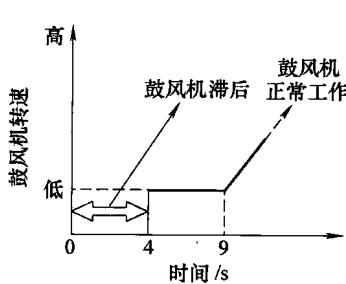
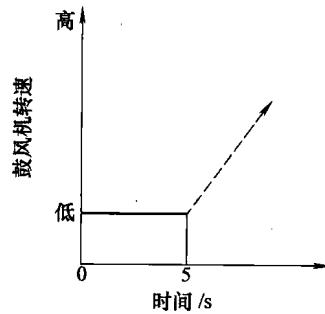

图 1-3 时滞气流控制(蒸发器
图 1-4 时滞气流控制(蒸发器
(4) 时滞控制。夏天，车辆长时间停在炎热太阳下，若马上打开鼓风机，此时吹出是热风而不是想要的冷风，因此鼓风机不能马上工作，而是滞后一段时间工作，滞后时间大约为 4s 或 5s，故这段时间称为时滞控制如图 1-3、图 1-4 所示。